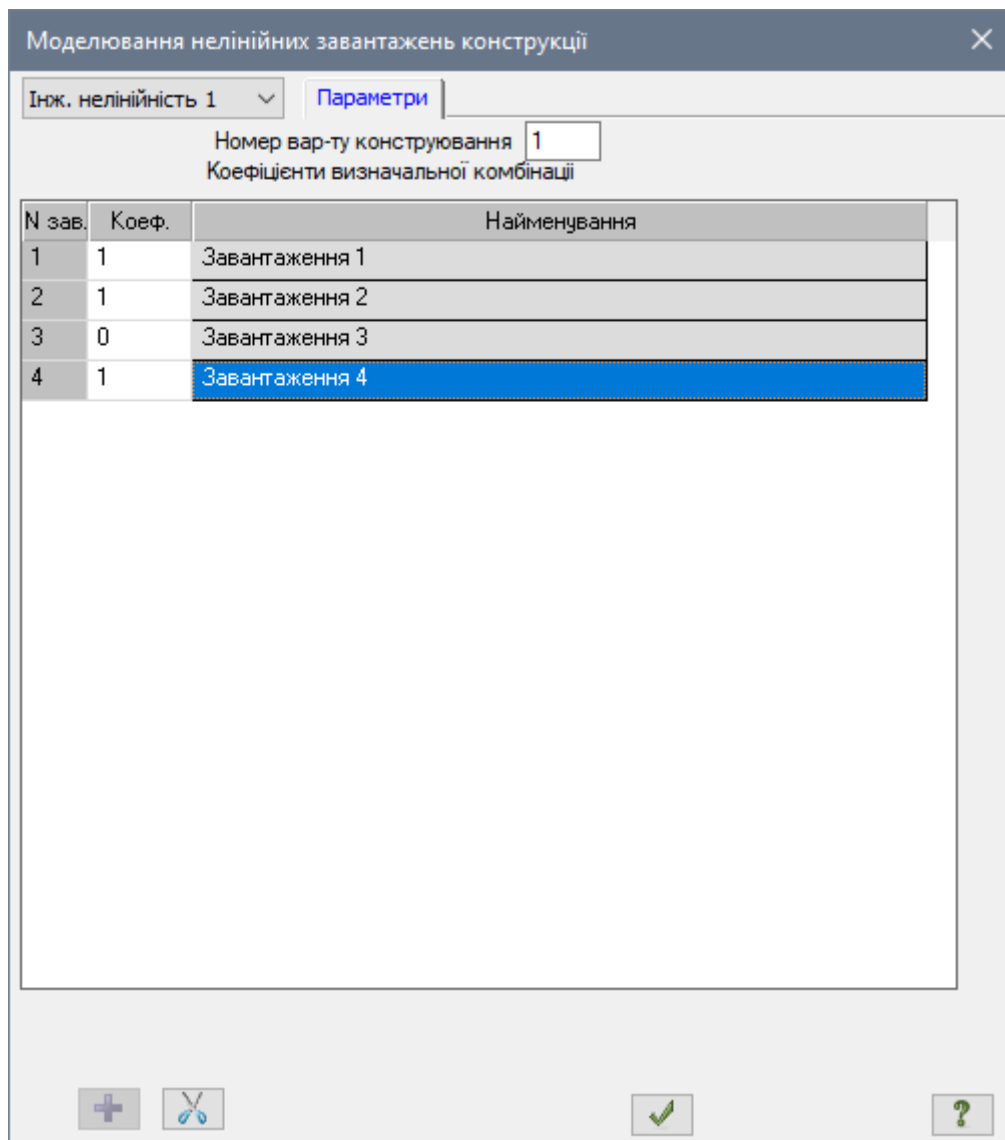

Рис. 19.27. Діалогове вікно **Моделювання нелінійних навантажень конструкції**
- Натисканням по кнопці  – **Інженерна нелінійність** (панель **Нелінійність** на вкладці **Розрахунок**) викличе діалогове вікно **Моделювання нелінійних завантажень конструкції** (рис. 19.27).